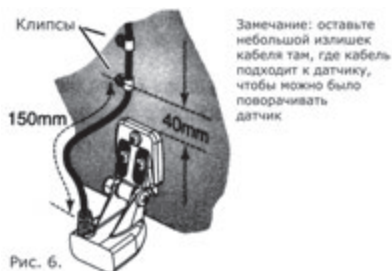

Рис. 6.
3. Укрепите положение кабеля с помощью клипс (рис. 6).